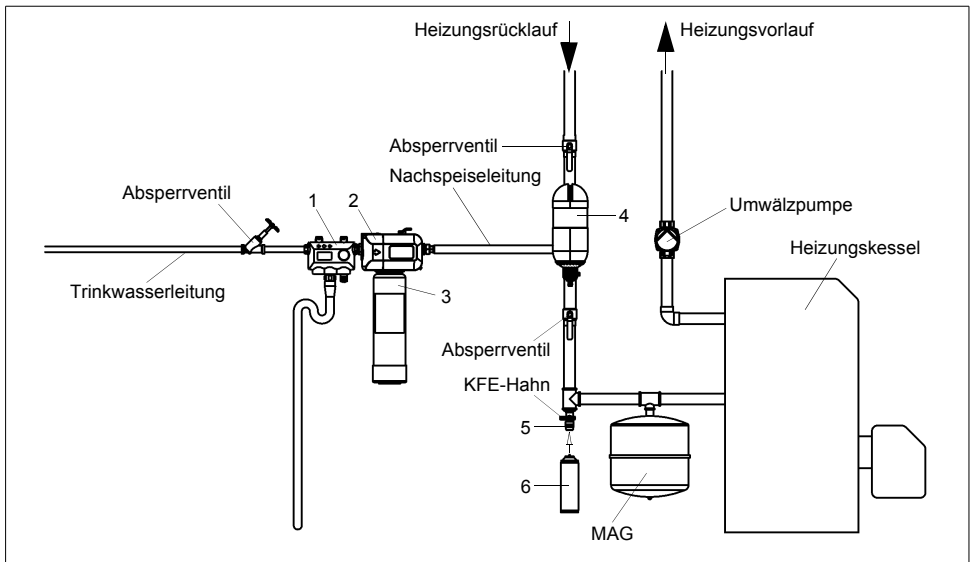

Abb. 7: Einbauschema
*Bei einer Heizungsfüllwasserleitfähigkeit von größer 1000 $\mu\text{S}/\text{cm}$ (JQD-R + JQD-L) empfiehlt sich eine Entsalzung. Hierzu empfehlen wir den JUDO HEIFI-Füllblock PURE (Best.Nr. 8068536). Dabei wird das Heizungsfüllwasser abgelassen (**Vorsicht: Verbrühungsgefahr!**) und unter Anwendung des JUDO HEIFI-Füllblocks PURE neu befüllt. Zur Kontrolle der Leitfähigkeit empfehlen wir das JUDO JPLF 4000 Leitfähigkeitsmessgerät (Best.-Nr. 8690030) (siehe Abb. 7).